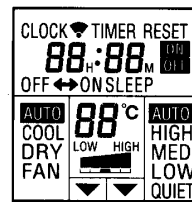

Fig. 8
⑳ Pantalla del telemando (Fig. 8)